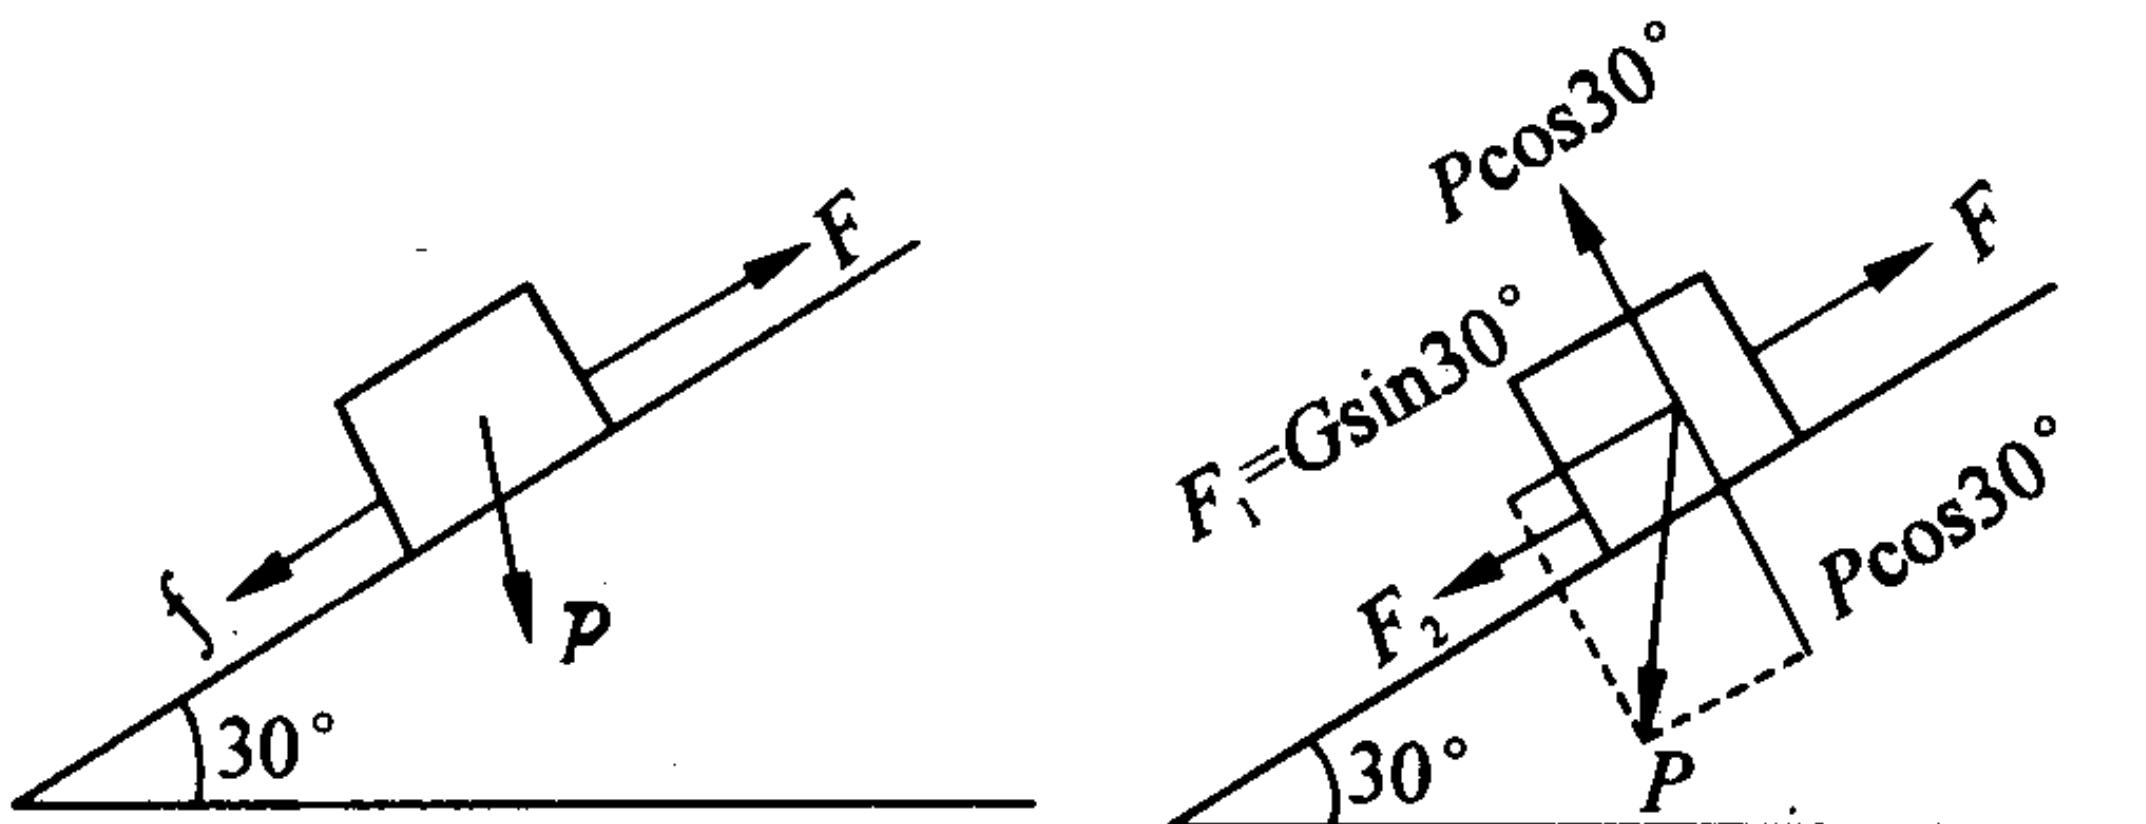

图 1
14. 如图 1 所示，物体重 25 kg ，摩擦系数 f 为 0.2 ，求至少需用多少力才能使物体匀速向上运动？